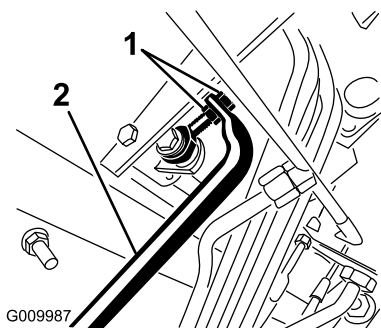

Figura 72
5. Regolate i controdadi dal lato asta della pompa per muovere in avanti il tubo di controllo della pompa ed eliminare lo spostamento in avanti, o per muoverlo indietro ed eliminare lo spostamento indietro (Figura 72).